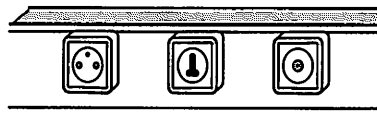

Fig. 6 : Plinthe avec prise de courant, prise téléphone, prise télévision.
- en système de canalisations préfabriquées et socles de prise de courant (fig. 6 et 7).